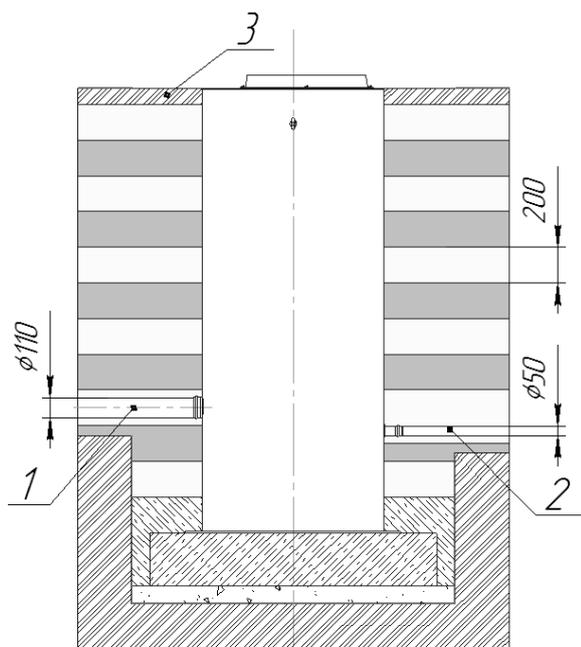

Рисунок 4 – Подключение подводящего и отводящего патрубков, обратная засыпка SANI-BF
Обвязка трубопроводами подземного оборудования выполняется после обратной засыпки котлована до нижнего уровня подводящего (1) и отводящего коллектора (1,2) (Рисунок 4). Для исключения деформации и смещения соединяющих трубопроводов основанием под трубопровод служит пролитый и утрамбованный песок.